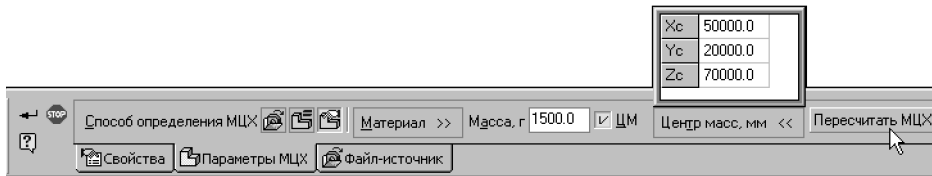

Рис. 94.6. Задание массы и центра масс компонента
- ▼ Ввод массы компонента, а при необходимости — и координат центра масс (см. раздел 94.1.2 на с. 96) (рис. 94.6). Обратите внимание на то, что координаты центра масс компонента необходимо задавать в его системе координат.